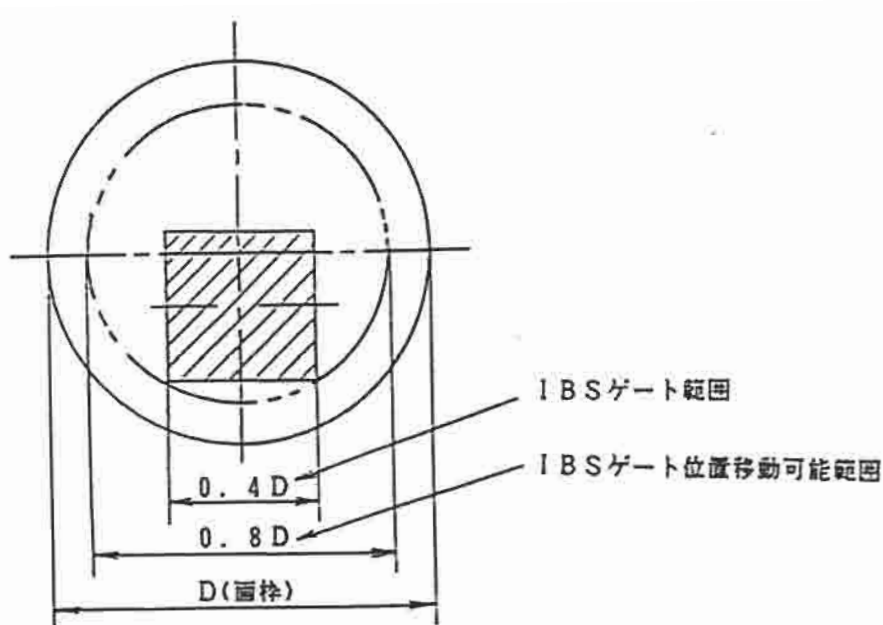

図 3. 3 IBSゲート位置
(1) 同期入力(付図 3. 2 参照)
■ タイミングチャート 図 3. 1 (b)